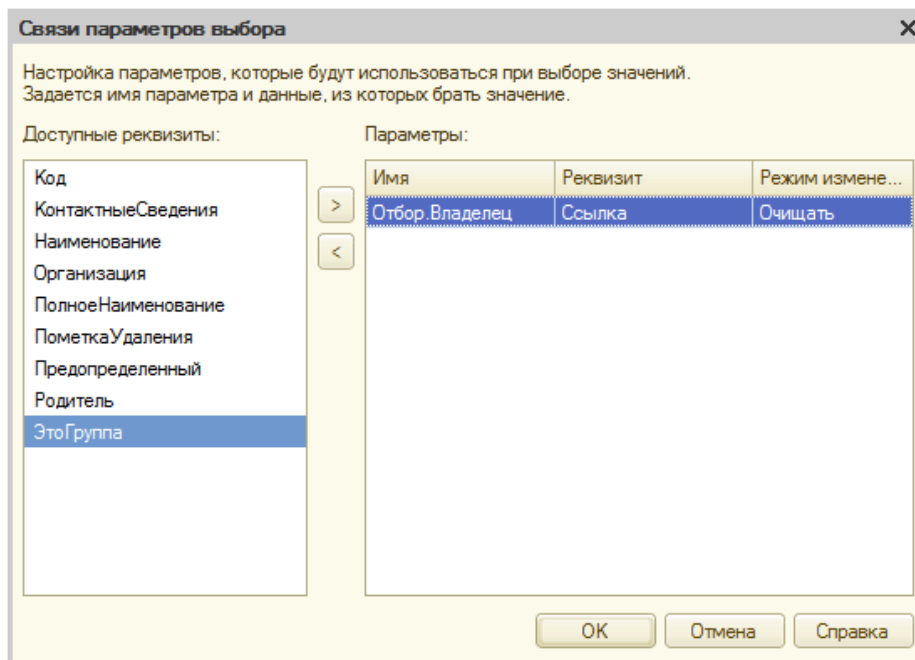

Рисунок 7.3- Окно Связи параметров выбора с настроенным параметром
4. В левой части окна можно видеть доступные реквизиты (это реквизиты открытого элемента справочника **Контрагенты**), в правом – параметры, влияющие на отбор элементов в появляющемся окне выбора элементов при заполнении поля представителя контрагента. Выделим реквизит **Ссылка** и нажмем на кнопку **Добавить выбранный реквизит в параметры выбора** (> она находится между полями). Окно примет следующий вид, Рисунок 7.3.